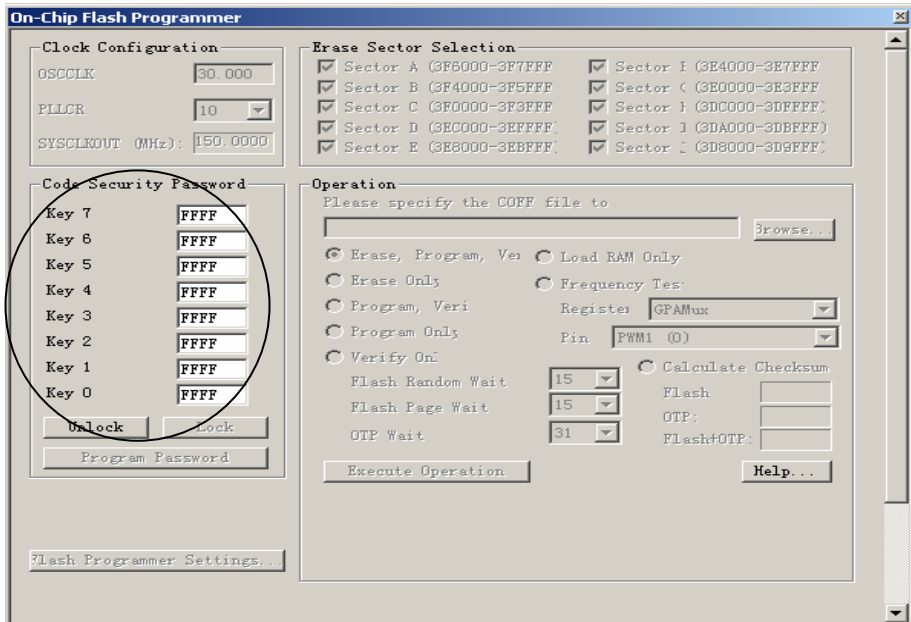

图 6.14 FLASH 烧写插件使用示意图 8
- C. 弹出图 6.14。默认情况下，F2812 芯片带有保护功能，在擦写前，必须先解密。如果是第一次使用或没有加入过密码的话，直接按 UNLOCK 按钮就可以解密。